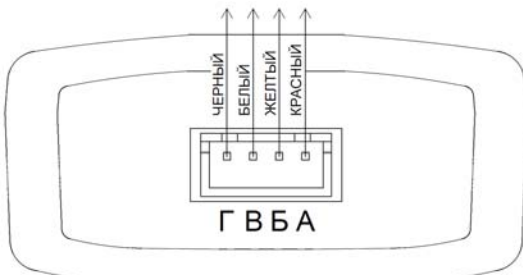

Рисунок 3 - подключение пульта.
- перемычку подключить к соответствующему разъёму на изделии (см. рис. 3), провод подключить к модулю (см. руководство по эксплуатации модуля).